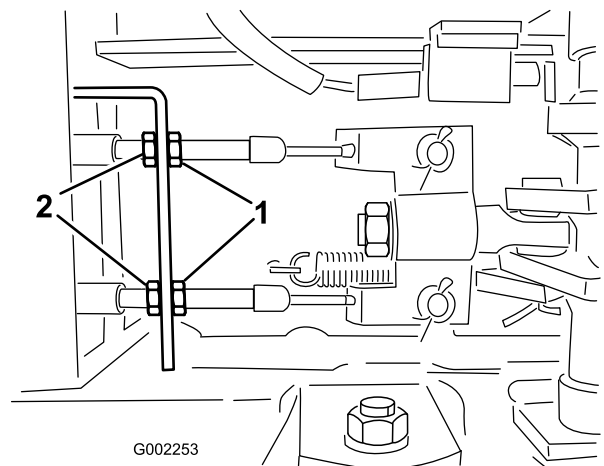

図 56
5. ブレーキ・ケーブルの車両前端側にある前ナットをゆるめる（図 56）。
6. 後ナットを均等に締めて、ブレーキ・ペダルの遊びを1~2 cm に調整する (図 56)。